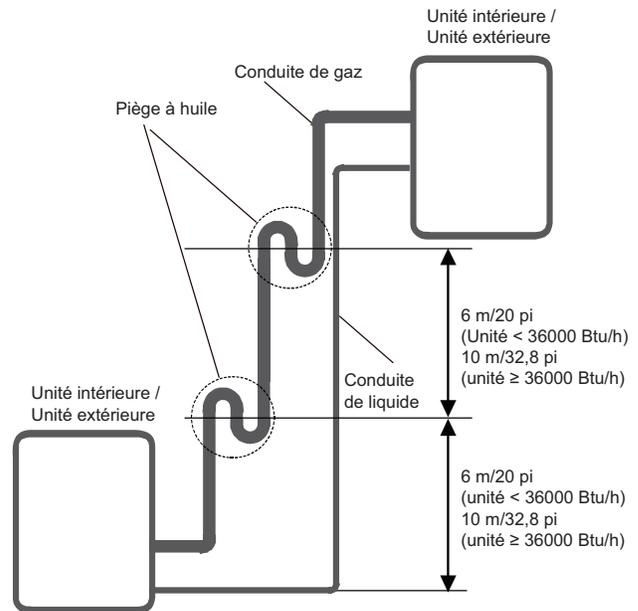

Figure 5. Piège à huile sur la conduite de gaz
6. Installer un siphon de 2 po sur les conduites de drainage principales (primaires) aussi près que possible de l'unité (« Figure 5. Piège à huile sur la conduite de gaz »). S'assurer que la partie supérieure du siphon se trouve sous la connexion au bac de drainage pour permettre un drainage complet du bac.
REMARQUE - les conduits horizontaux doivent être équipés d'un évent anti-siphon (tube vertical) installé en amont du conduit horizontal. Voir le « Figure 5. Piège à huile sur la conduite de gaz ». Un parcours horizontal extrêmement long peut nécessiter une conduite de drainage surdimensionnée pour éliminer les blocages.